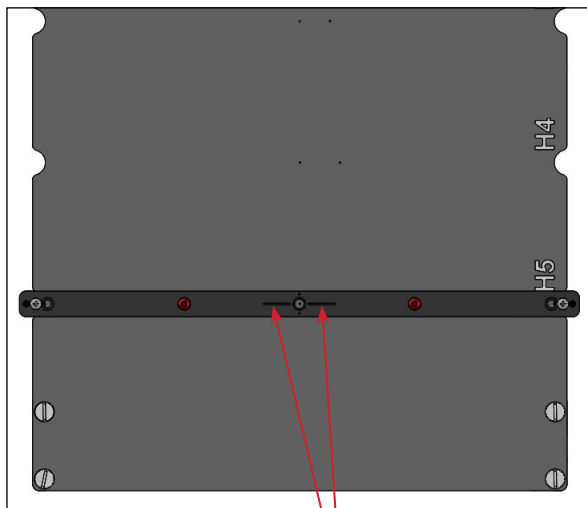

图 42
2. 使用 CT 激光对齐系统在覆盖罩头端确定 CT 覆盖罩的中心。如果定位杆上的中心标记与激光未对齐, 重复“CT 覆盖罩头端对齐”部分的第 3 步和第 4 步, 以将 CT 覆盖罩与激光对齐 (图 42)。